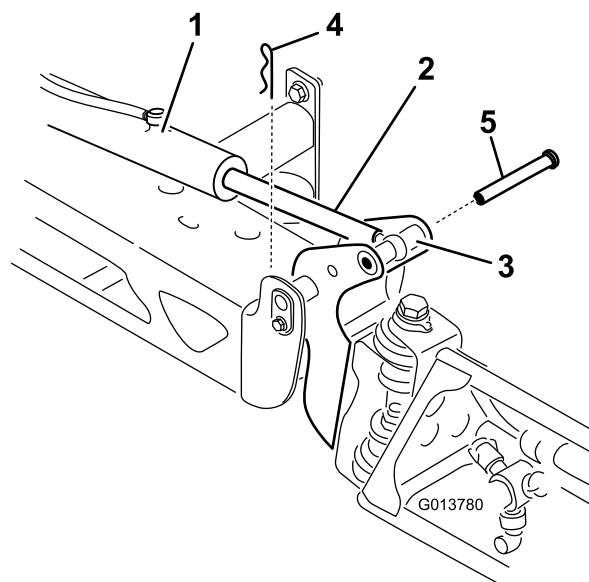

Figura 64
2. Togliete la coppiglia dal perno di articolazione (Figura 64).
3. Sollevate la barra e togliete il perno (Figura 64). Abbassate lentamente la barra a terra..
- Alzate la barra per allineare il perno con l'asta dell'attuatore. Tenete ferma la barra e inserite il perno attraverso il perno della barra e l'asta dell'attuatore (Figura 64).